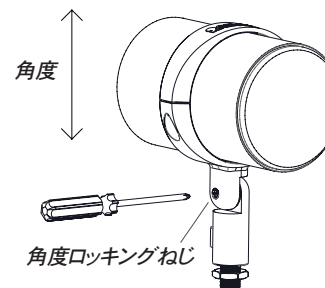

図4
5. Philips製ねじ回し(別売)を使用して、角度を上げるロッキングねじ(図4をご覧ください)を緩め、スピーカーをお好きな角度にしてロッキングねじを手で締めます。絶対に締めすぎないください。